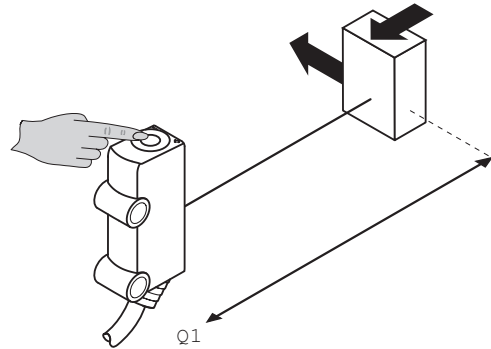

Abbildung 12: Einstellung Schaltabstand
- 1 Objekt in der gewünschten Distanz in den Strahlengang des Geräts bringen (min. und max. Reichweite beachten, siehe Abbildung 12, Seite 33).